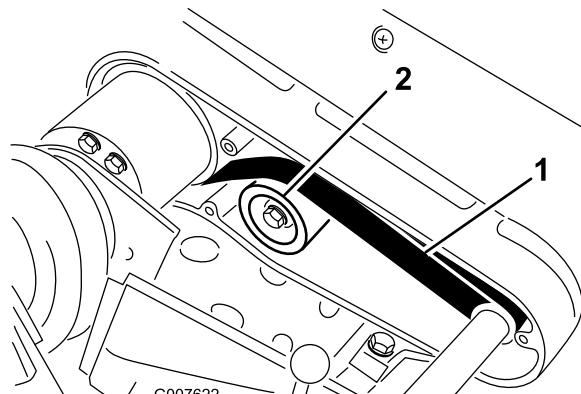

Bild 39
- A. Lösen Sie die Befestigungsmutter der Spannscheibe und drehen Sie die Spannscheibe nach rechts gegen die Rückseite des Riemens, bis Sie die gewünschte Riemenspannung erzielt haben (Bild 39).
2. Bringen Sie eine Kraft von 22-26 N in der Mitte zwischen den Riemscheiben (Bild 39) auf den Riemen an.